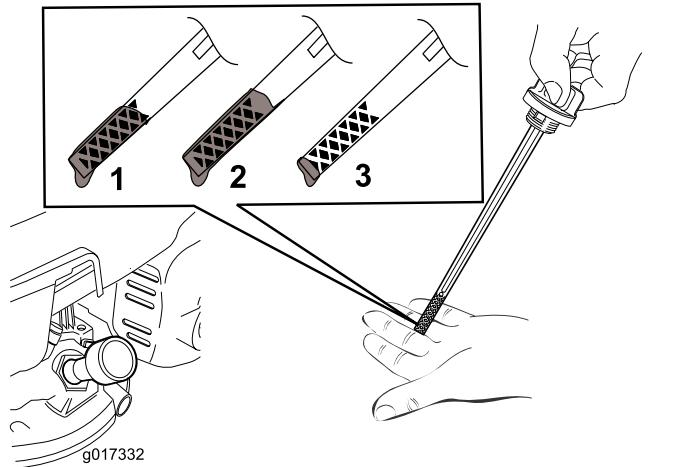

Figure 7
2. Retirez la jauge (Figure 7).
Remarque: Versez de l'huile dans le carter moteur jusqu'à ce que la jauge indique le niveau correct, comme montré à la Figure 7. Si vous remplissez excessivement le carter moteur, vidangez l'excédent d'huile comme expliqué sous Vidange de l'huile moteur \(page 16\).